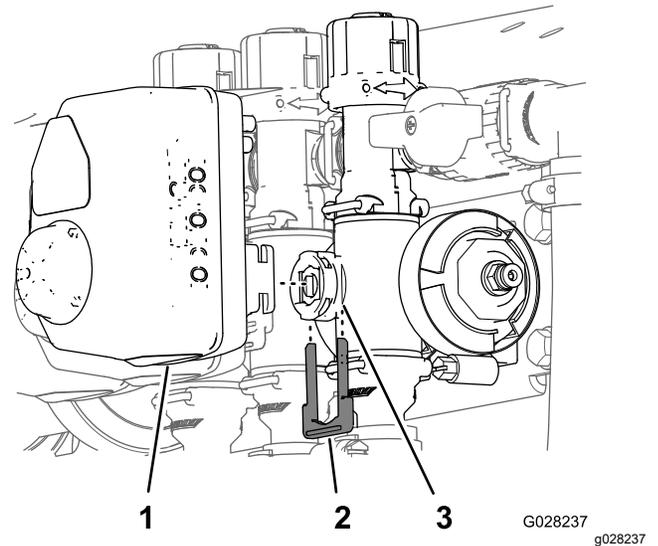

図 67
3. アクチュエータを散布量制御用、攪拌、マスターブーム、または個別ブームバルブ用のマニホールドバルブに固定しているリテーナを外す 図 67。